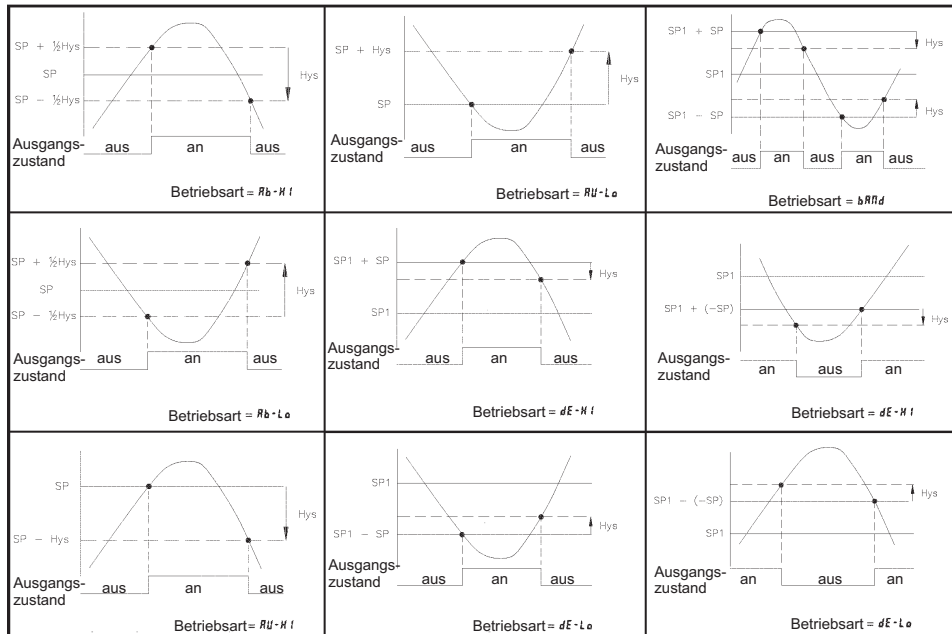

Bild 8.2: Betriebsarten für Grenzwerte
**Hinweise zu den Abkürzungen in Bild 8.2 und 8.3:**